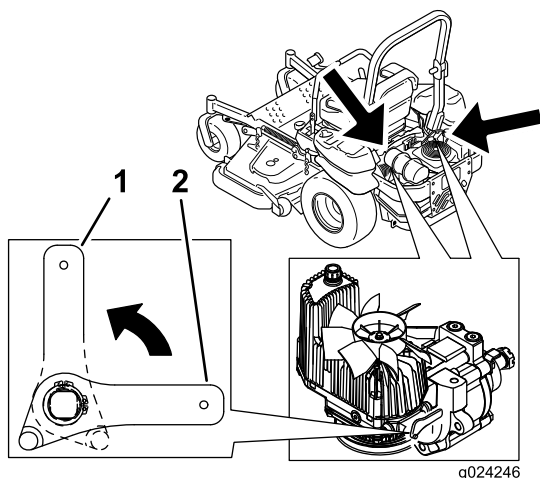

Figure 42
3. Tournez les leviers des vannes de déblocage en position verticale pour pousser la machine (Figure 42).
5. Tournez les leviers des vannes de déblocage en position horizontale pour utiliser la machine (Figure 42).